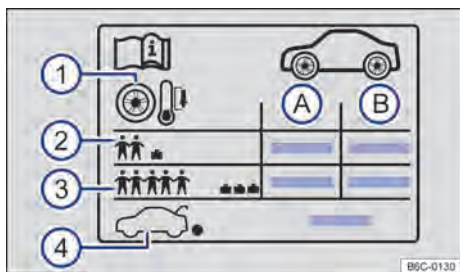

Fig. 194 Etiqueta com as pressões dos pneus.
→ Fig. 194:
- Adequar a pressão dos pneus sempre à condição de carga do veículo → Fig. 194 (3).